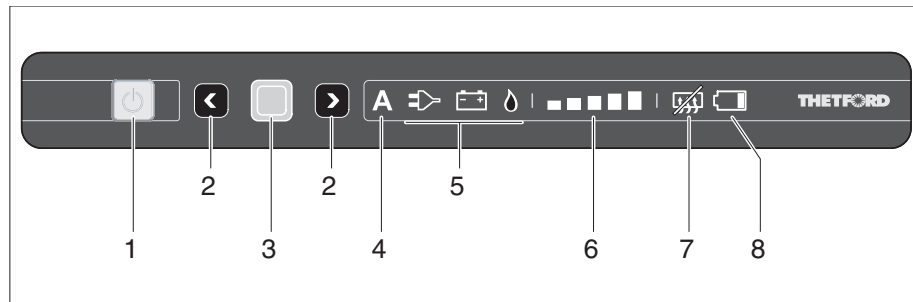

Fig. 356 Elementi di comando e di segnalazione per il frigorifero (Thetford senza SES)
- Premere il tasto (Fig. 356,1).
- Premere il tasto (Fig. 356,1) e tenerlo premuto. Tutte le lampade si spengono.
Se è selezionato il funzionamento automatico, nel quadro comandi sono accesi l'indicatore del funzionamento automatico (Fig. 356,4) e la miglior fonte disponibile (Fig. 356,5).
- Premere il tasto di conferma (Fig. 356,3) e mantenerlo premuto. I simboli delle modalità di funzionamento (Fig. 356,5) iniziano a lampeggiare.
- Con i tasti di selezione (Fig. 356,2) selezionare il funzionamento a gas ed applicare la selezione con il tasto di conferma (Fig. 356,3).
- Con i tasti di selezione (Fig. 356,2) selezionare il funzionamento a 230 V ed applicare la selezione con il tasto di conferma (Fig. 356,3).
- Con i tasti di selezione (Fig. 356,2) selezionare il funzionamento a 12 V ed applicare la selezione con il tasto di conferma (Fig. 356,3).
- Premere di nuovo il tasto di conferma (Fig. 356,3). L'indicatore dello stadio di raffreddamento (Fig. 356,6) inizia a lampeggiare.
- Con i tasti di selezione (Fig. 356,2) selezionare lo stadio di raffreddamento desiderato ed applicare la selezione con il tasto di conferma (Fig. 356,3).